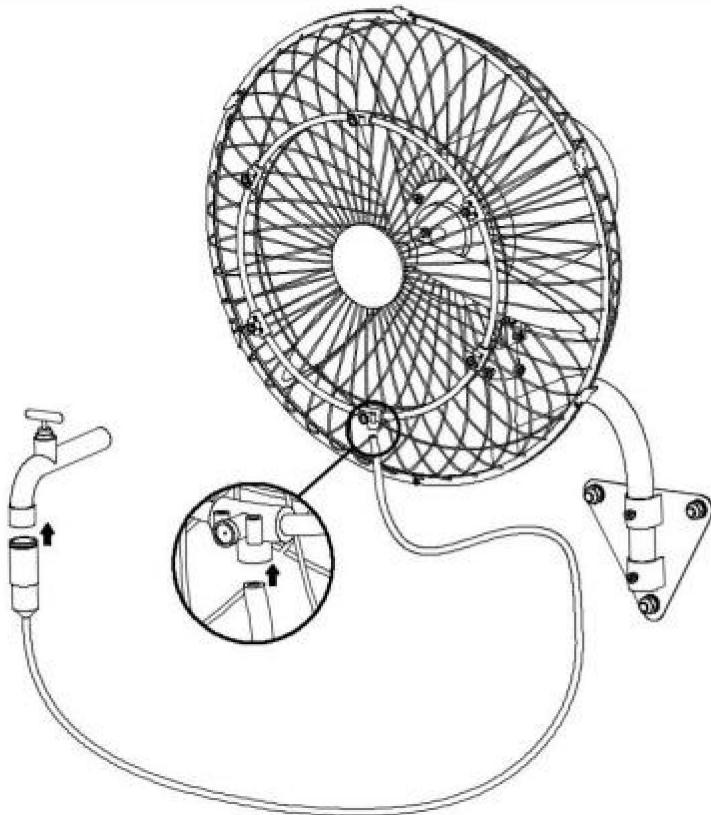

Fig.11.
- 2). Conecte la tubería de agua al grifo y a la boquilla rociadora respectivamente y apriete el grifo. Consulte la (Fig.11). ¡Listo!